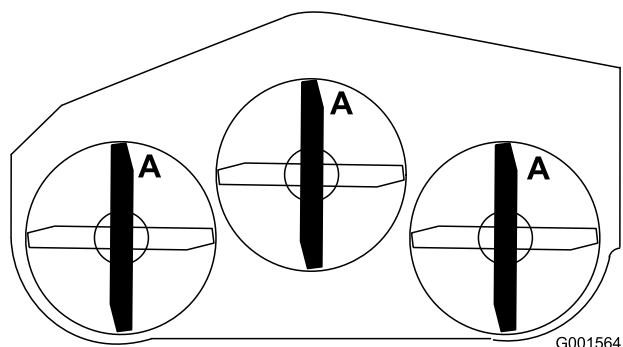

Figure 63
1. Tournez les lames dans le sens longitudinal (Figure 63).